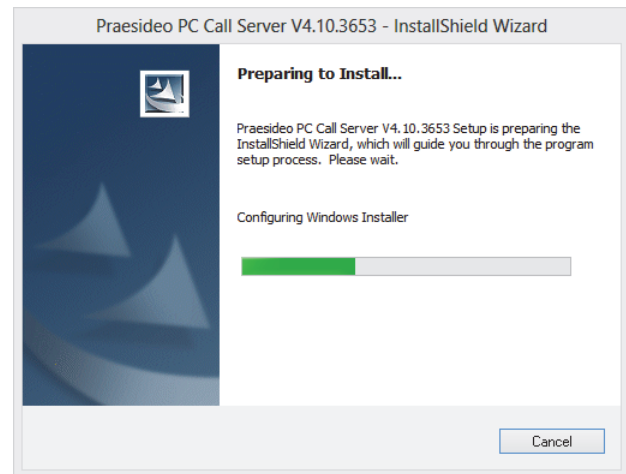

abbildung 60.1: Setup-Programm für PC Durchsagen-Server
- 3 Klicken Sie auf der Schaltfläche *Öffnen*, um das Setup-Programm des *PC Durchsagen-Servers* zu starten. Es erscheint ein Bildschirm, der dem in abbildung 60.1 ähnelt.
- 3 Klicken Sie auf die Schaltfläche *Öffnen*, um das Setup-Programm des *PC Durchsagen-Server Konfigurations-Client* zu starten. Ein Bildschirm erscheint, der dem in abbildung 60.1 ähnelt, nun aber für den PC Durchsagen-Server Konfigurations-Client.